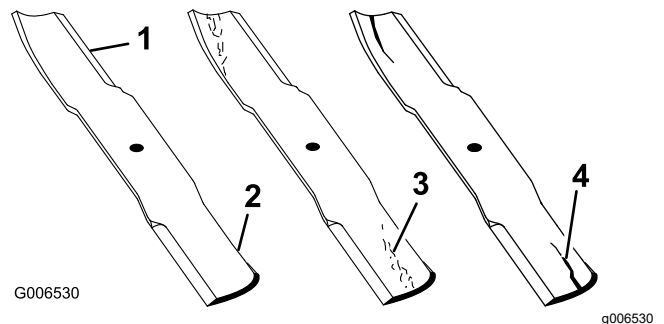

Figure 144
2. Examinez attentivement les tranchants de la lame, particulièrement au point de rencontre de la partie plane et de l'ailette, comme montré à la Figure 144.
Remarque: Le sable et les matières abrasives peuvent éroder le métal à cet endroit, c'est pourquoi il est important de contrôler l'état de la lame avant d'utiliser la tondeuse. Remplacez la lame si elle vous semble usée (Figure 144).